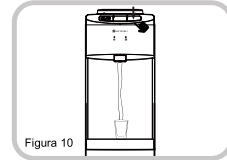

Figura 10
2. Presione el botón de agua fría. (Figura 10)